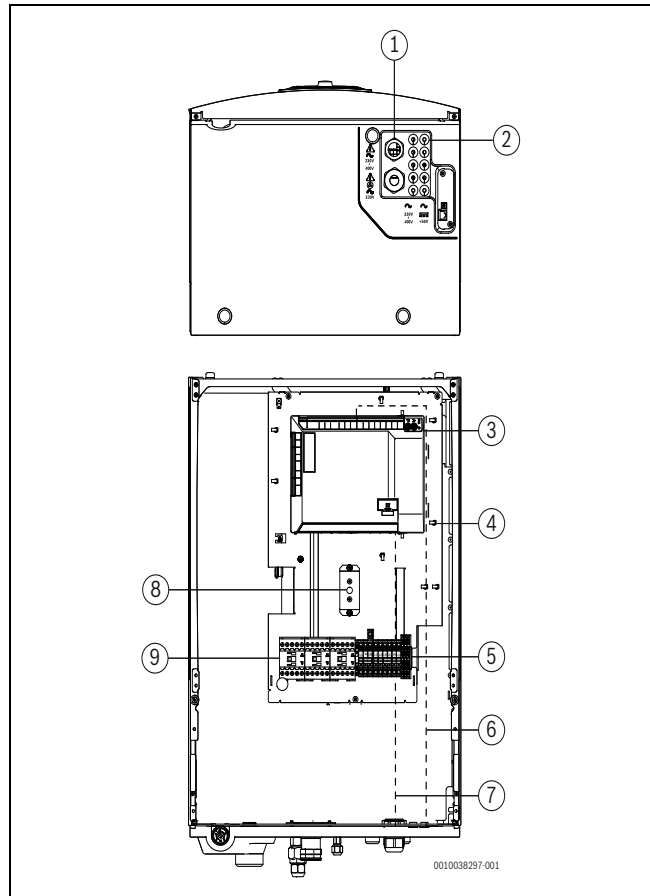

Bild 10 Kabeldurchführungen (Ansicht von unten und vorn)
- Führen Sie die CAN-BUS-Fühler und anderen Signalleitungen durch die entsprechenden Kabelzuführungen, gekennzeichnet mit <50 V. Führen Sie die Kabel bis zur Vorderseite des Geräts durch und schließen Sie sie an, siehe Abb. 10.